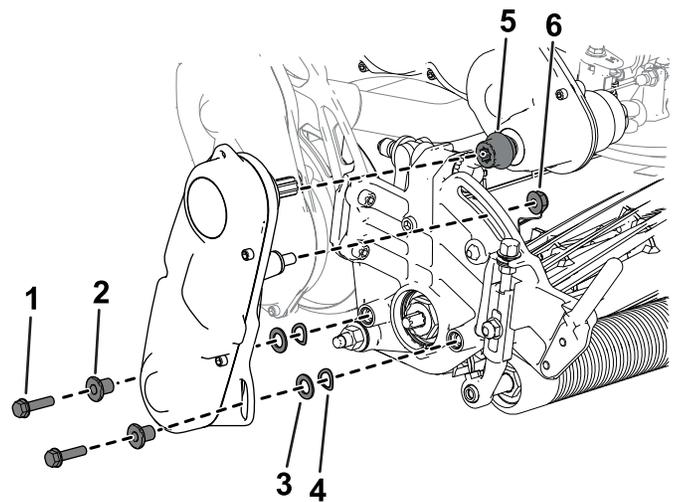

図 8
- D. トラクションユニットの駆動シャフトにカップラを取り付ける 図 8。
- E. 先ほど外した金具類を使用してリール駆動アセンブリを Cutting ユニートに取り付ける 図 8。
- F. トランсмисシオン駆動シャフトのカップラ 図 8 が前後に軽く動くことを確認する。